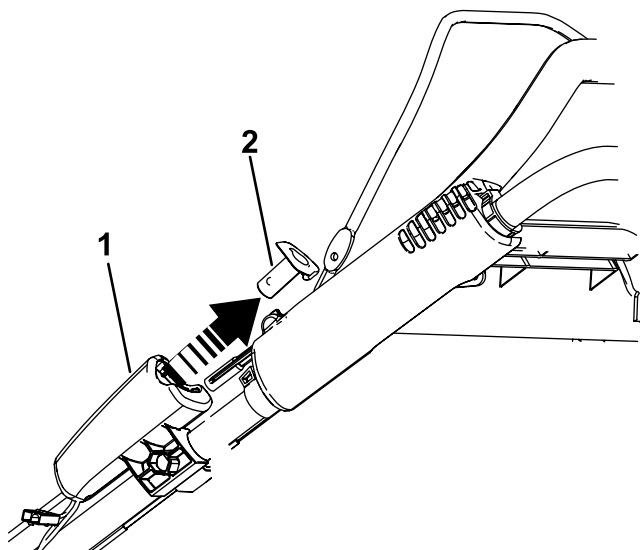

Figure 27
1. Retirez le bouton du démarreur électrique (Figure 27).